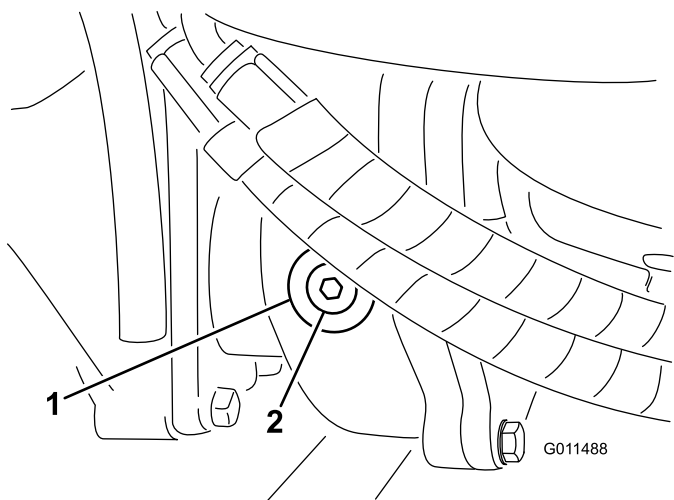

Figure 17
2. Enlevez le bouchon de contrôle/remplissage du côté gauche du boîtier d'engrenages et vérifiez que le lubrifiant atteint la base de l'orifice (Figure 17).